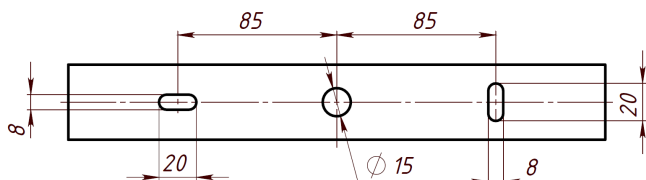

Рис.1
- Установить светильник на монтажную поверхность, закрепить его винтами через монтажные отверстия скобы. Размер и положение отверстий приведено на рис. 1.